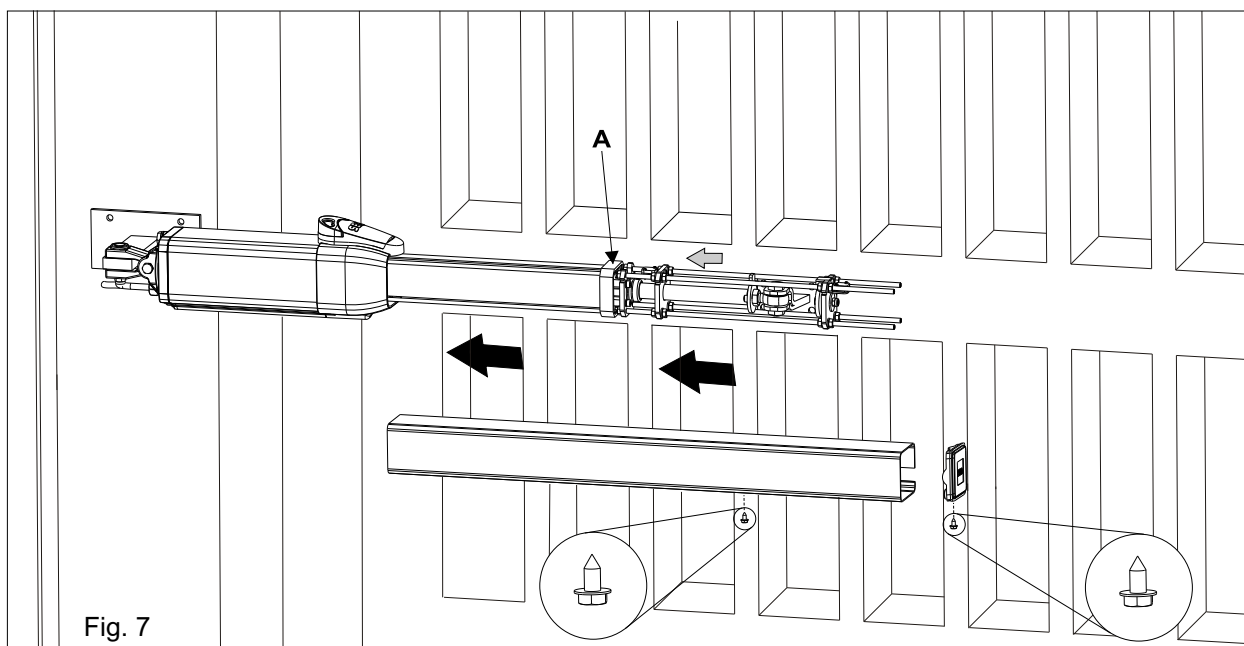

Fig. 7
Asegurarse de haber insertado el marco de plástico antivibración (A) antes de insertar la cubierta cubre pistón (Fig.7).